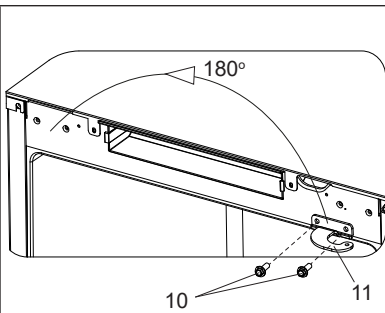

Рисунок 9
9. Торцовым ключом на 8 выкрутите болты 10, снимите верхний кронштейн 11 и установите его на противоположную сторону (см. рисунок 9). После перестановки верхнего кронштейна 11, установите переднюю панель 7 с блоком приборов 8 обратно.